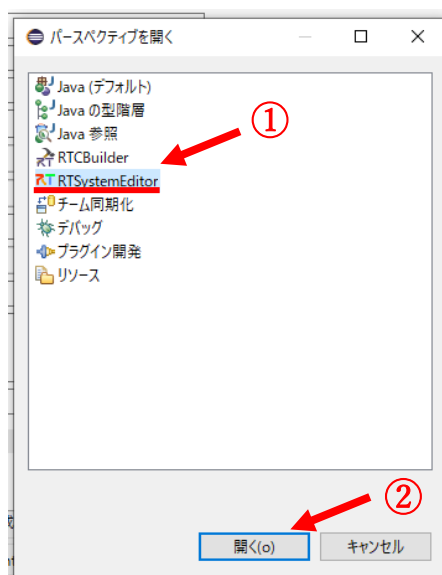

図 25 [パースペクティブを開く]ウィンドウの[RTSystemEditor]の場所
- ④ 図 25 のように表示されたウィンドウの選択項目の中から[RTSystemEditor]を選択し、クリックする。